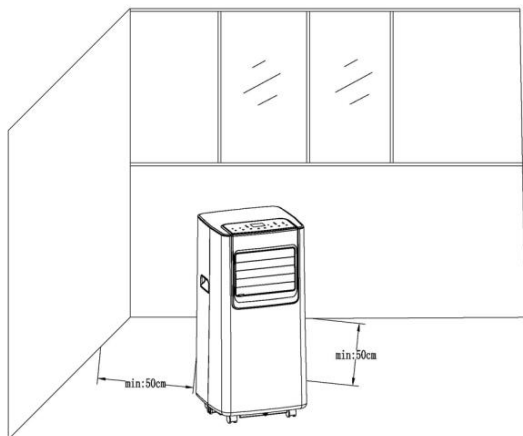

Рисунок 1
- 1) Обеспечить свободное пространство не менее 50 см от воздухозаборной решетки (рисунок 1).
- Установите вытяжной шланг воздуха в корпусе на задней панели прибора (рисунок 1).